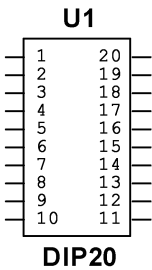

图 10-68 创建的元器件
10) 单击  按钮，在工作区放置该元器件，如图 10-68 所示。